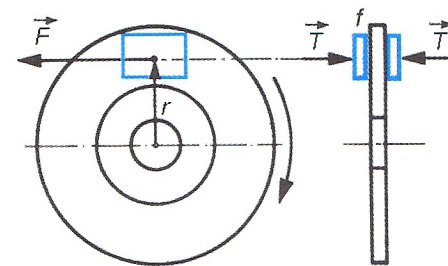

Figure 8.15 • Couple de freinage :  $\mathcal{C} = Fr$  (avec  $F = Tf$ ).
■ Qu'est-ce que le couple de freinage (figure 8.15) ?